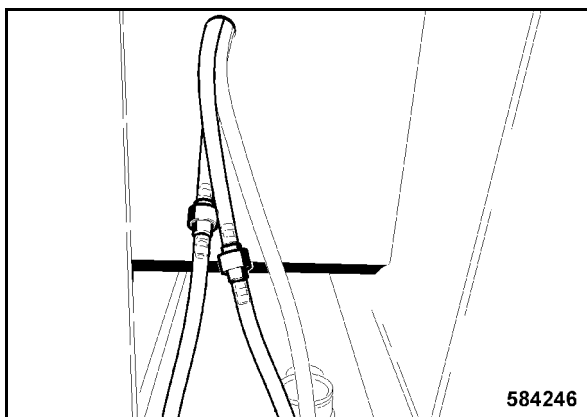

Bild 205
- Kiinnitä tuulilasin ja takalasin pesuvesijärjestelmän letkut 1 (Bild 205).